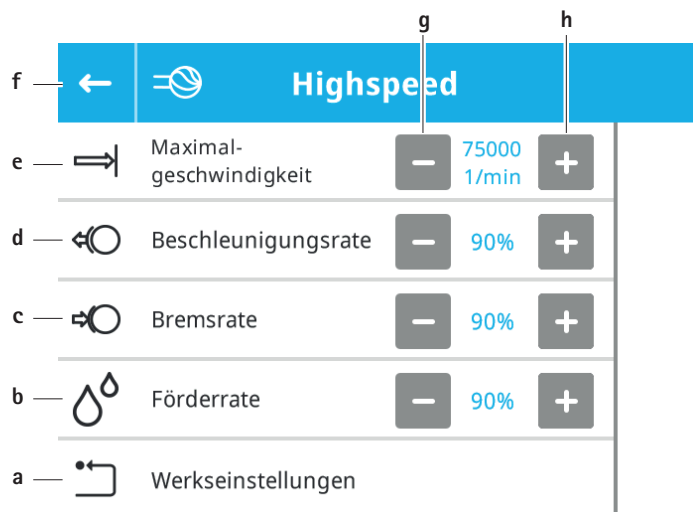

Abb. 11 Motoreinstellungen – gewählter Anwendungsteil-Typ
- Motoreinstellungen eines Anwendungsteil-Typs anzeigen/ändern: Schaltfläche des Anwendungsteil-Typs b betätigen. Das Untermenü des gewählten Anwendungsteil-Typs öffnet sich, siehe Abb. 11.